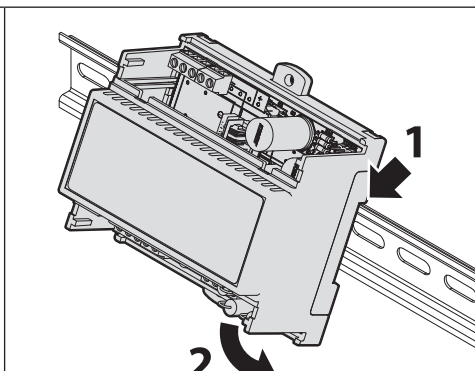
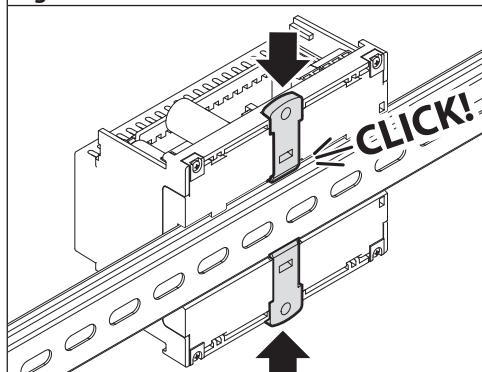
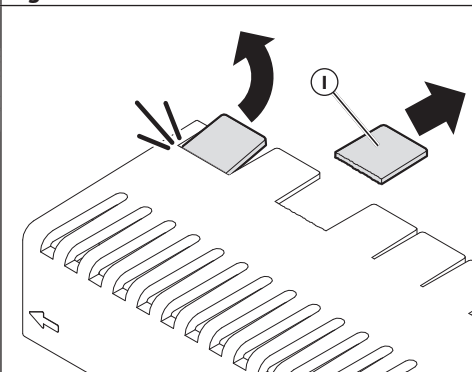
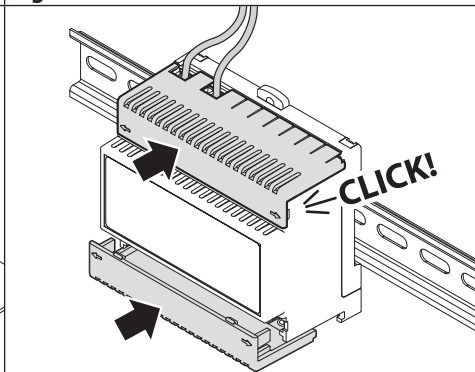

Fig. 5
Fig. 6
Fig. 7
Fig. 8
3. Agganciare prima la parte superiore del dispositivo alla guida DIN quindi ruotare il dispositivo (Fig. 5) e chiudere entrambe le clip di fissaggio (E) (Fig. 6)
**i In alternativa, è possibile fissare il dispositivo direttamente alla parete utilizzando i fori di fissaggio delle clip (E) e due viti con due tasselli ad espansione**
6. Rompere le alette (I) dei coperchi copri-morsetti necessarie per far passare i cavi (Fig. 7), quindi riposizionare i coperchi copri-morsetti (G) spingendoli indietro fino a quando si sente un **CLICK!** (Fig. 8)